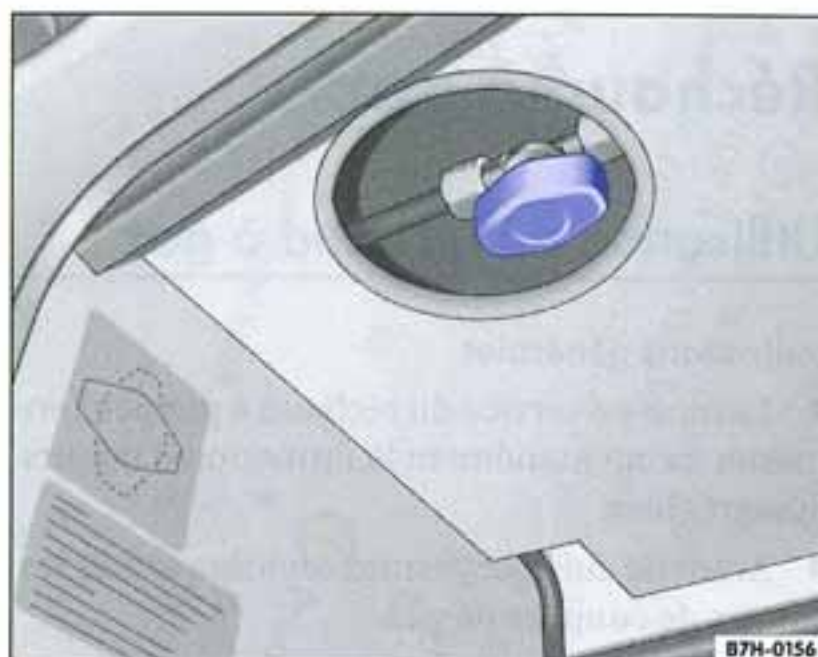

Fig. 38 Vanne de coupure de gaz ouverte dans le bloc-cuisine, sous le réchaud à gaz
- Ouvrez la vanne de coupure de gaz dans le bloc-cuisine ⇒ fig. 38.
- Pour éteindre la flamme, tournez le bouton de réglage ② correspondant entièrement vers la droite.
- Fermez la vanne de coupure de gaz dans le bloc-cuisine ⇒ page 52, fig. 38.